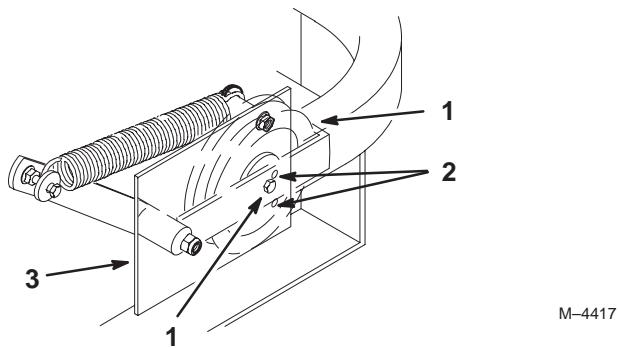

Figure 75
Important Vérifiez que la courroie est bien en place dans les guides avant et arrière (Fig. 75).
- Vérifiez la tension de la courroie. Le boulon central de la poulie de tension rappelée par ressort doit se trouver près du trou d'alignement supérieur de la plaque de support gauche (Fig. 75).